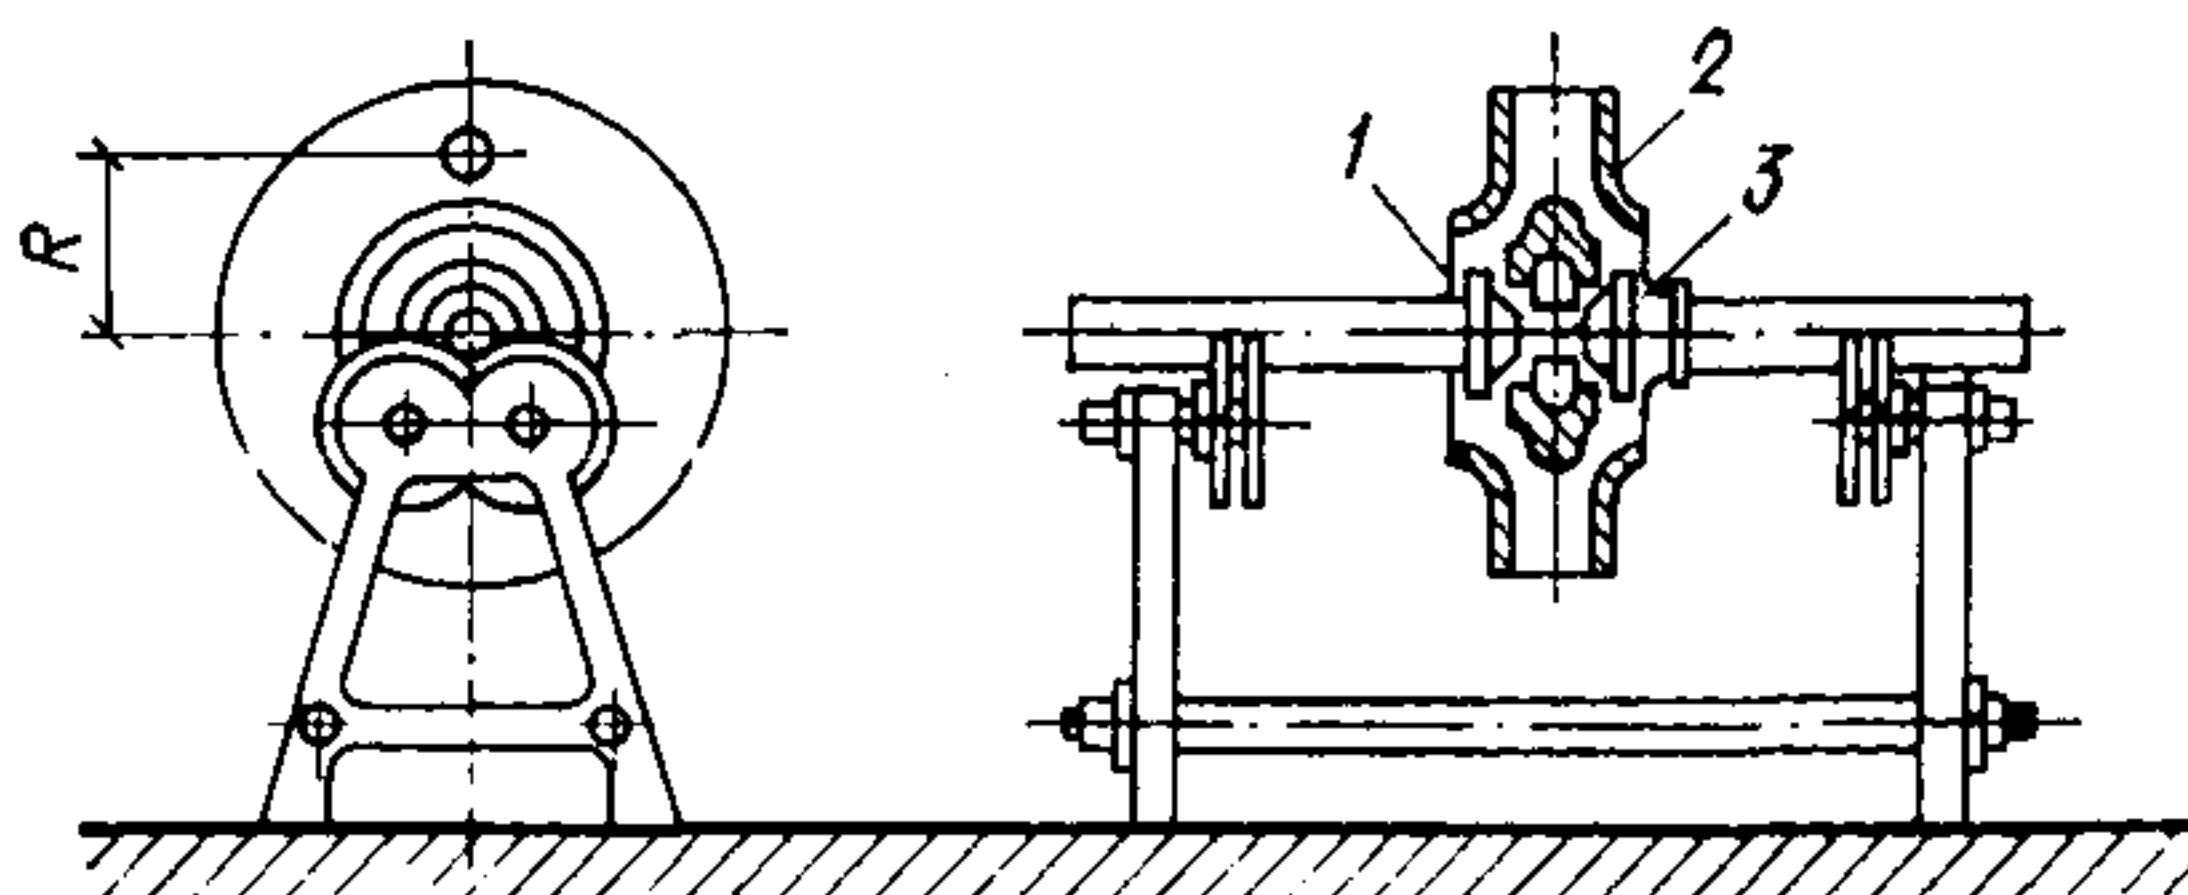

Рис. 4. Приспособление для статической балансировки с дисками
5. Приспособление для статической балансировки рабочих колес (с дисками) (рис. 4).